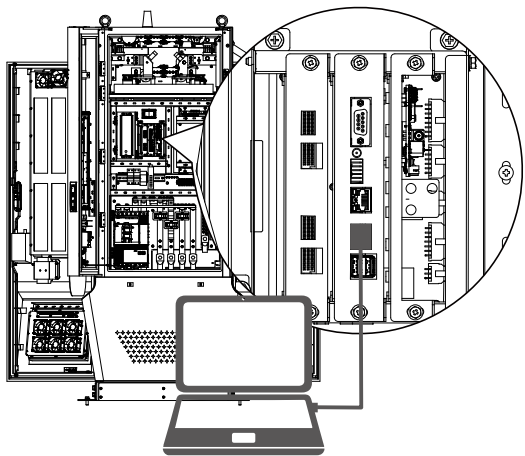

Figure 30. Port RJ-45
- Raccorder un câble RJ45. Voir la figure 30.